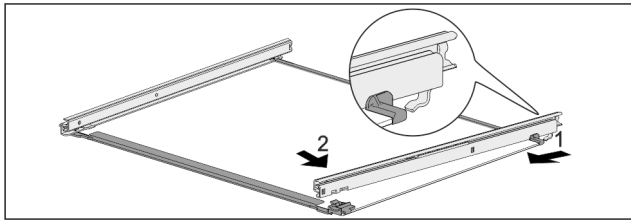

Fig. 85 Sklenená doska s kolajničkami
- ▶ Zaháknite kolajničku vzadu. Fig. 85 (1)
- ▶ Zaklapnite kolajničku vpredu. Fig. 85 (2)